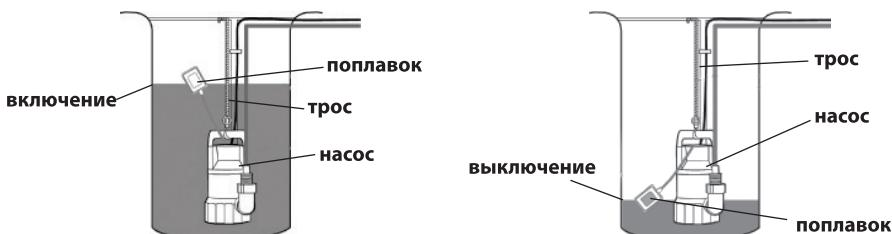

рис.2
3.3 Насос оснащён поплавковым выключателем, который отрегулирован на определённый уровень отключения/включения насоса, как изображено на рис.2. Убедитесь, что при минимальном уровне воды насос отключается.